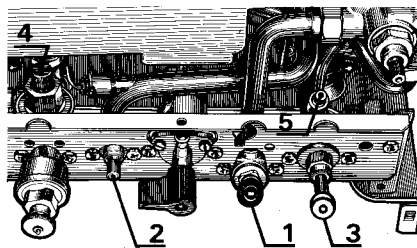

Fig. 9
Vaciar la caldera por el tornillo moleteado (5) (fig. 9) también puede vaciarse por la válvula de seguridad, no siendo conveniente en instalaciones que se sospeche suciedad, ya que se puede colocar en el asiento de la válvula lodos y provocar un posterior goteo. Debido a la sensibilidad del muelle no es conveniente realizar muchas veces el vaciado por este sistema.
Cerrar el grifo de entrada agua sanitaria (1), (fig. 9) abrir varios grifos de consumo de agua sanitaria caliente. Abrir la tuerca moleteada (2) (fig. 9), con estas operaciones el servicio de agua sanitaria quedará fuera de servicio.
Cerrar las válvulas de ida y retorno de la calefacción (3) (4) (fig. 9).